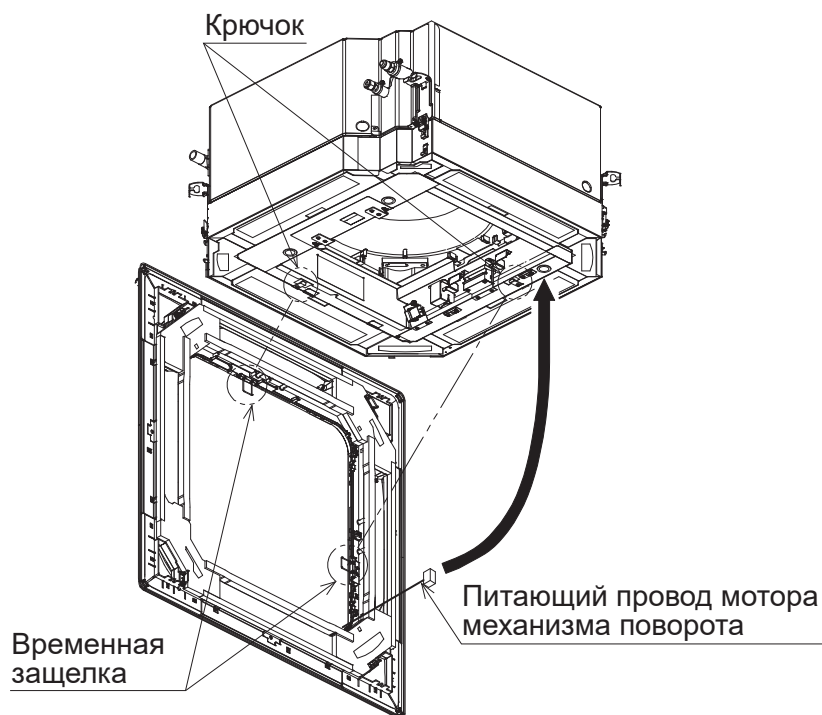

Рисунок 15
1. Установите декоративную панель, зацепив временные защелки на панели за крюки на УФ-очистителе воздуха с технологией стримерного разряда. (См. **рисунок 15**.) (Питающие провода мотора механизма поворота.)